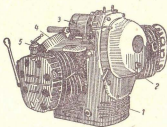

Рис. 98. Двигатель К-750 с коробкой передач:
**Двигатель.** На мотоцикле установлен четырехтактный двухцилиндровый двигатель К-750 (рис. 98). Он состоит из отдельных механизмов, помещенных в картере. К двигателю 1 при помощи трех шпилек и болта крепится коробка передач 4. На верхней части картера укреплен генератор 3, а приборы зажигания размещены в передней части двигателя под съёмной крышкой 2. Карбюраторы 5 присоединены к цилиндрам двигателя.